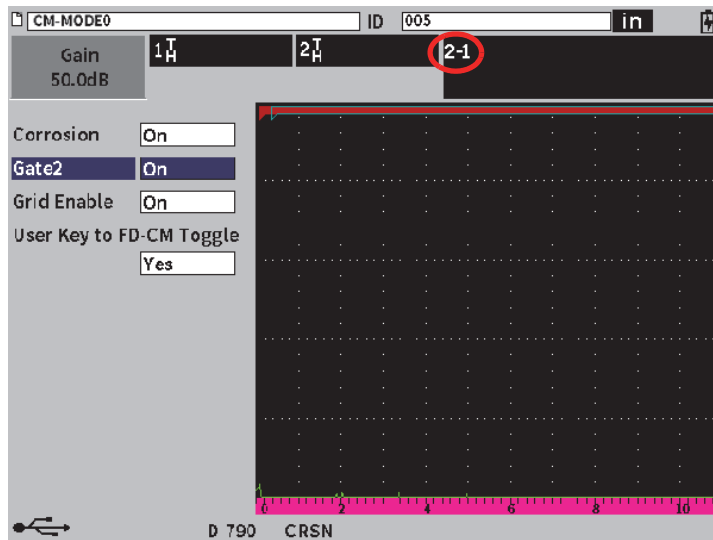

Abbildung 11-41 Dialogfeld Corrosion
1. Im Korrosionsmodul (), stellen Sie im Fenster **Corrosion Gate2** auf **On** (siehe Abbildung 11-41 auf Seite 231).